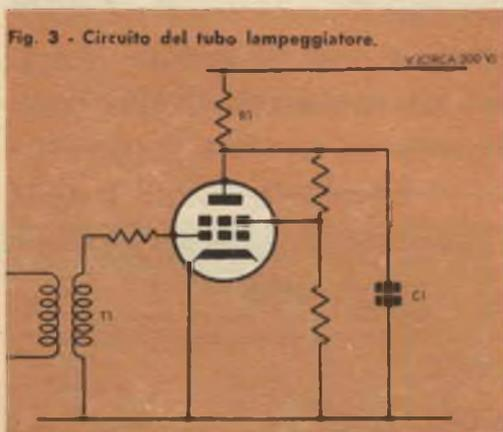

Fig. 3 - Circuito del tubo lampeggiatore.
**Il circuito del tubo lampeggiatore** - Come si vede in *fig. 3*, il condensatore C1 è ca-